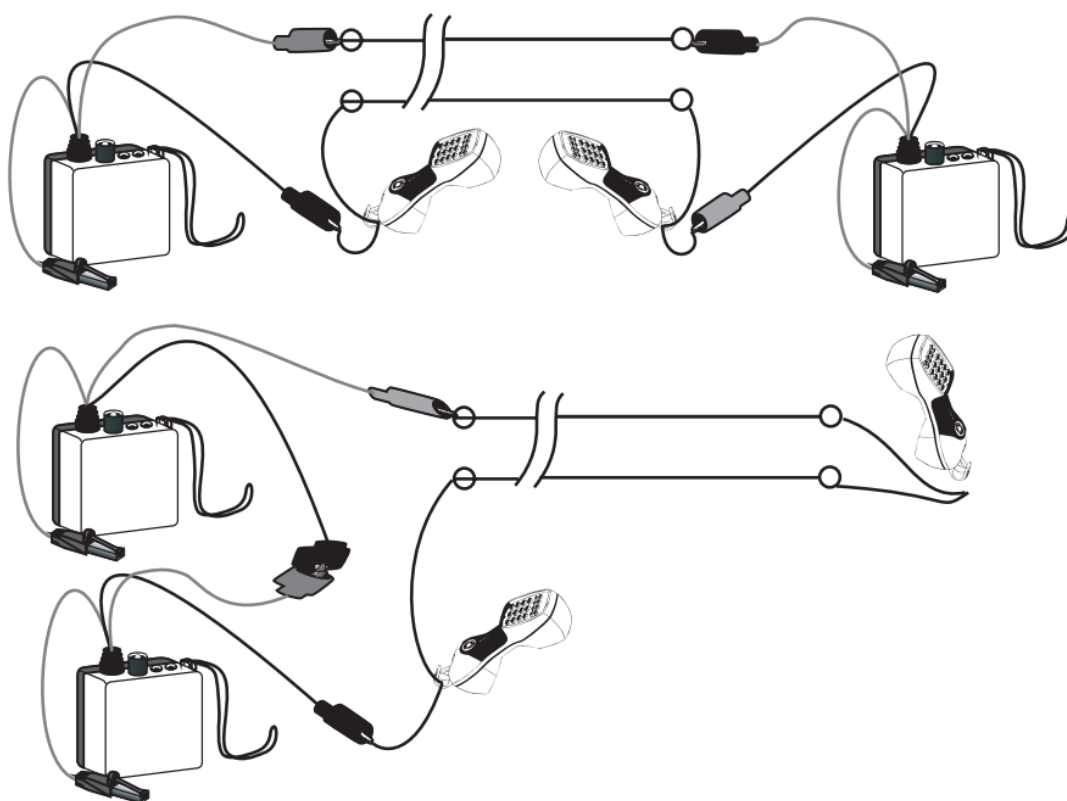

Рисунок 4 – Организация служебного канала связи при помощи тестовых телефонных трубок и генераторов модели 77.
2.4.1 Подключите измерительные провода последовательно к телефонному испытательному комплекту (стыку) и неактивной паре проводов (рисунок 4);